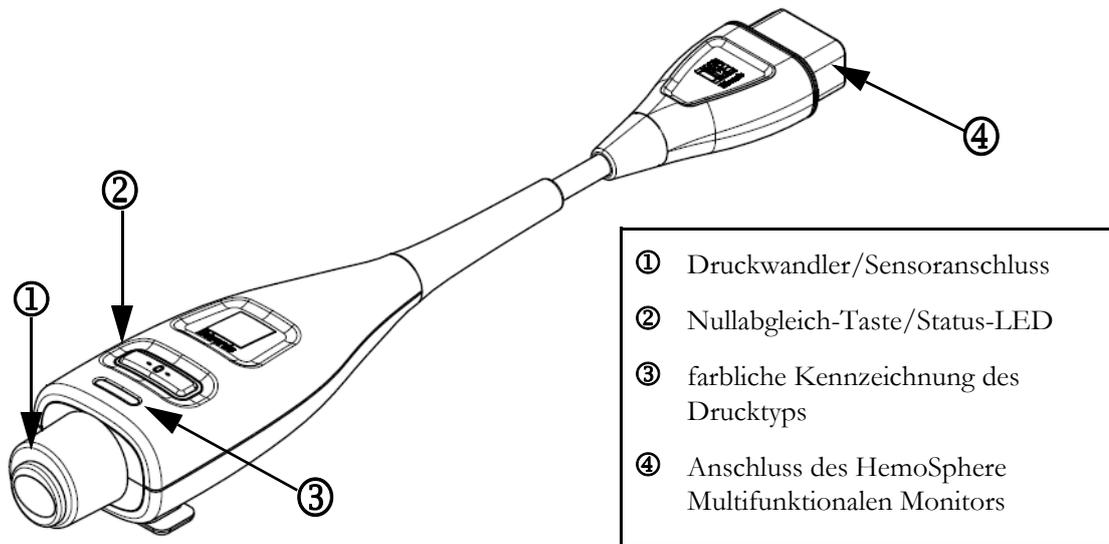

Abbildung 10-1 HemoSphere Druckmesskabel
Das HemoSphere Druckmesskabel ist ein wiederverwendbares Produkt, das mit dem HemoSphere Monitor an einem Ende ④ und mit einem zugelassenen Edwards Einwegdruckwandler (DPT) oder Sensor am anderen Ende ① verbunden wird. Siehe Abbildung 10-1 auf Seite 182. Das HemoSphere Druckmesskabel erfasst und verarbeitet ein einzelnes Drucksignal eines kompatiblen Edwards DPT, wie z. B. des TruWave Einwegdruckwandlers, oder des FloTrac Sensors. Ein FloTrac- oder Acumen IQ-Sensor wird an einen vorhandenen arteriellen Zugang angeschlossen, um die minimalinvasive Messung der hämodynamischen Parameter zu ermöglichen. Ein TruWave-Druckwandler kann an alle kompatiblen Drucküberwachungsleitung für die positionsbasierte Messung des intravaskulären Drucks angeschlossen werden. Spezifische Anweisungen zur Platzierung und Verwendung des Katheters sowie die entsprechenden Warnungen, Vorsichtshinweise und Hinweise entnehmen Sie bitte der Gebrauchsanweisung des verwendeten Katheters. Das HemoSphere Druckmesskabel kann, je nachdem, ob ein Sensorpaar oder ein Druckwandler genutzt wird, in zwei Überwachungsmodi überwacht werden: Im **FloTrac-** oder **Acumen IQ-Sensor-** Überwachungsmodus oder im **Swan-Ganz-Katheter-** Überwachungsmodus. Der jeweilige Überwachungsmodus wird oben in der Navigationsleiste angezeigt (siehe Abbildung 5-2 auf Seite 91). Aussehen und Anschlusspunkte für das HemoSphere Druckmesskabel sind dargestellt in Abbildung 10-1.
Farbe des Drucktyps. Die passende farbliche Kennzeichnung auf dem Druckmesskabel kann zur Anzeige des überwachten Drucktyps verwendet werden. Siehe ③ in Abbildung 10-1 unten. Die farblichen Kennzeichnungen sind wie folgt:
- Rot für den arteriellen Druck (AP)
- Grün für Herzzeitvolumen (CO)
- 7 Führen Sie eine gerade einwärts bzw. auswärts gerichtete Bewegung aus, um den grünen Anschluss des gespülten FloTrac-Sensors anzuschließen. Die LED-Anzeige am Druckmesskabel, die um die Nullabgleich-Taste herum verläuft (siehe ② in Abbildung 10-1), blinkt grün, wenn der Drucksensor erkannt wurde. Ein gelbes Licht weist auf einen Fehlerzustand hin. Wenn dies auftritt, die spezifischen Informationen zum Fehlerzustand in der Statusleiste ansehen.
Halten Sie die Nullabgleich-Taste  direkt am Druckmesskabel für drei Sekunden gedrückt (siehe Abbildung 10-1).